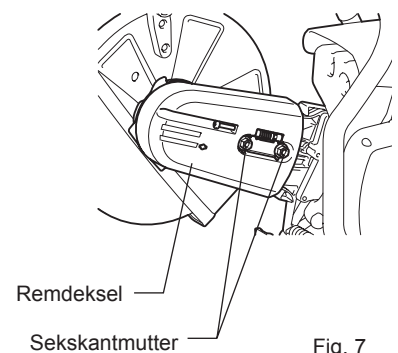

Fig. 7
- (7) Monter remdekslet. (Fig. 7)